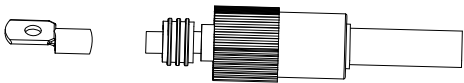

Figura 3.4
b) Colocar o anel de borracha. (como indicado na figura 3.4)